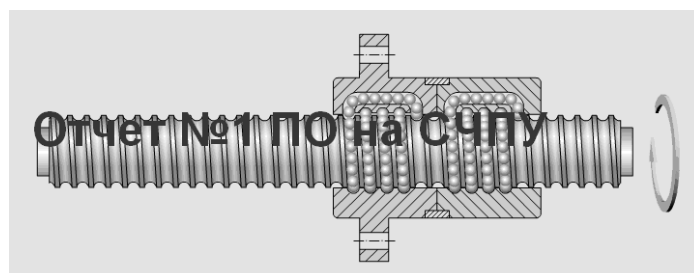

Рисунок 5 – Шарико-винтовая пара
- 4 Принцип действия шарико-винтовой пары (рисунок 5).